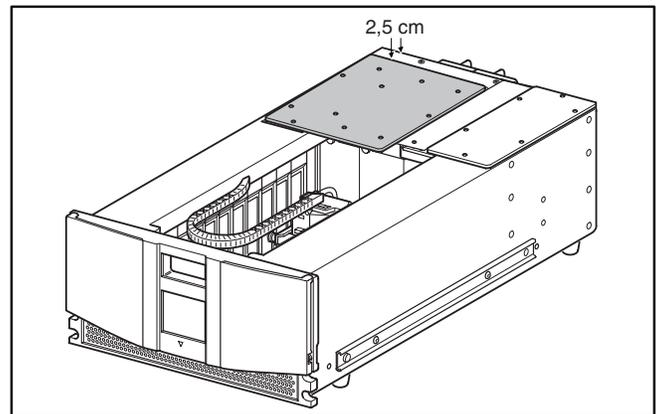

Figura 8: allineamento del coperchio
14. Accertarsi che i cavi di alimentazione della ventola non restino bloccati tra il coperchio e la parte superiore dello chassis della libreria. Vedere la Figura 8.